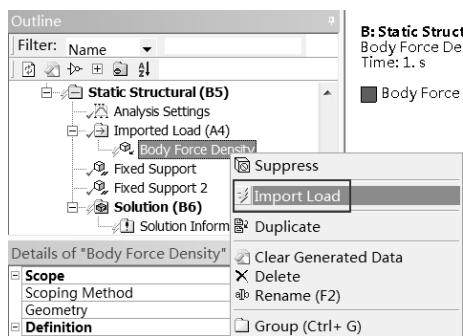
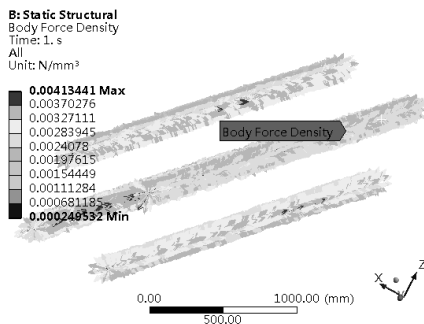

图 19-51 导入载荷
图 19-52 力密度分布云图
Step4：如图 19-51 所示，选择 Body Force Density 选项并右击，在弹出的快捷菜单中选择 Import Load 命令，经过一段时间计算，映射完后的力密度分布云图如图 19-52 所示。